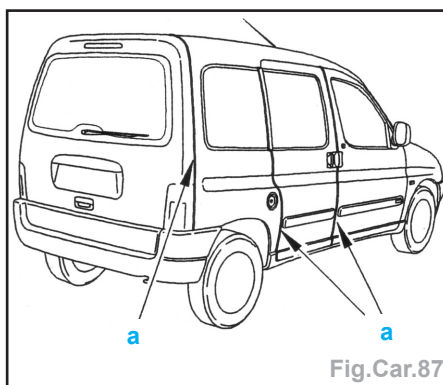

Fig.Car.87
- Fermer les portes et le hayon pour contrôler les jeux en **a** (voir le chapitre «Éléments amovibles») (Fig.Car.87).